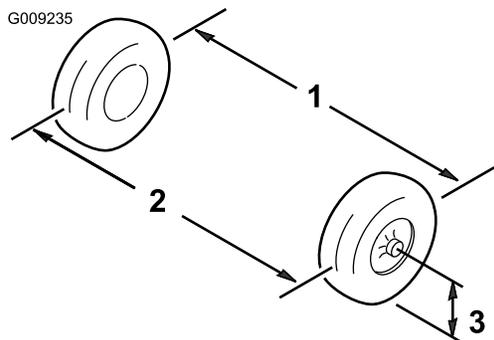

図 56
1. 前輪の前と後ろで、左右のタイヤの中央線間距離を測る計測はアクスルの高さで行う(図56)。